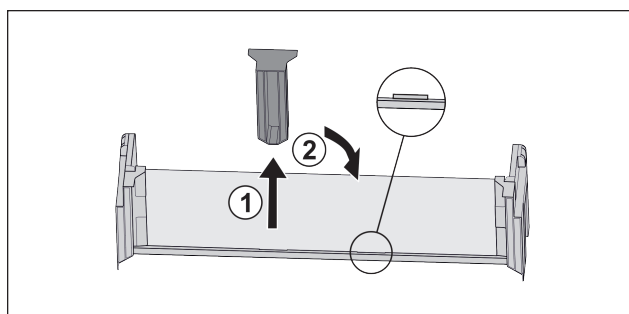

Fig. 54\*
- ▶ Dra ut den fästdelen i mitten Fig. 54 (1).\*
- ▶ Sätt in fästdelen i mitten i andra läget Fig. 54 (2).\*